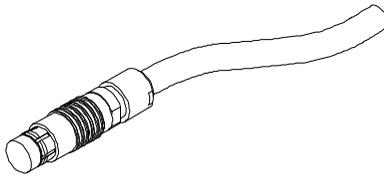

Figure L-4 Connecteur de sonde à courants de Foucault à 19 broches
- Le deuxième type est un connecteur à 19 broches (voir la Figure L-4 à la page 188), pour les sondes qui utilisent la technologie des courants de Foucault à bobines multiples.